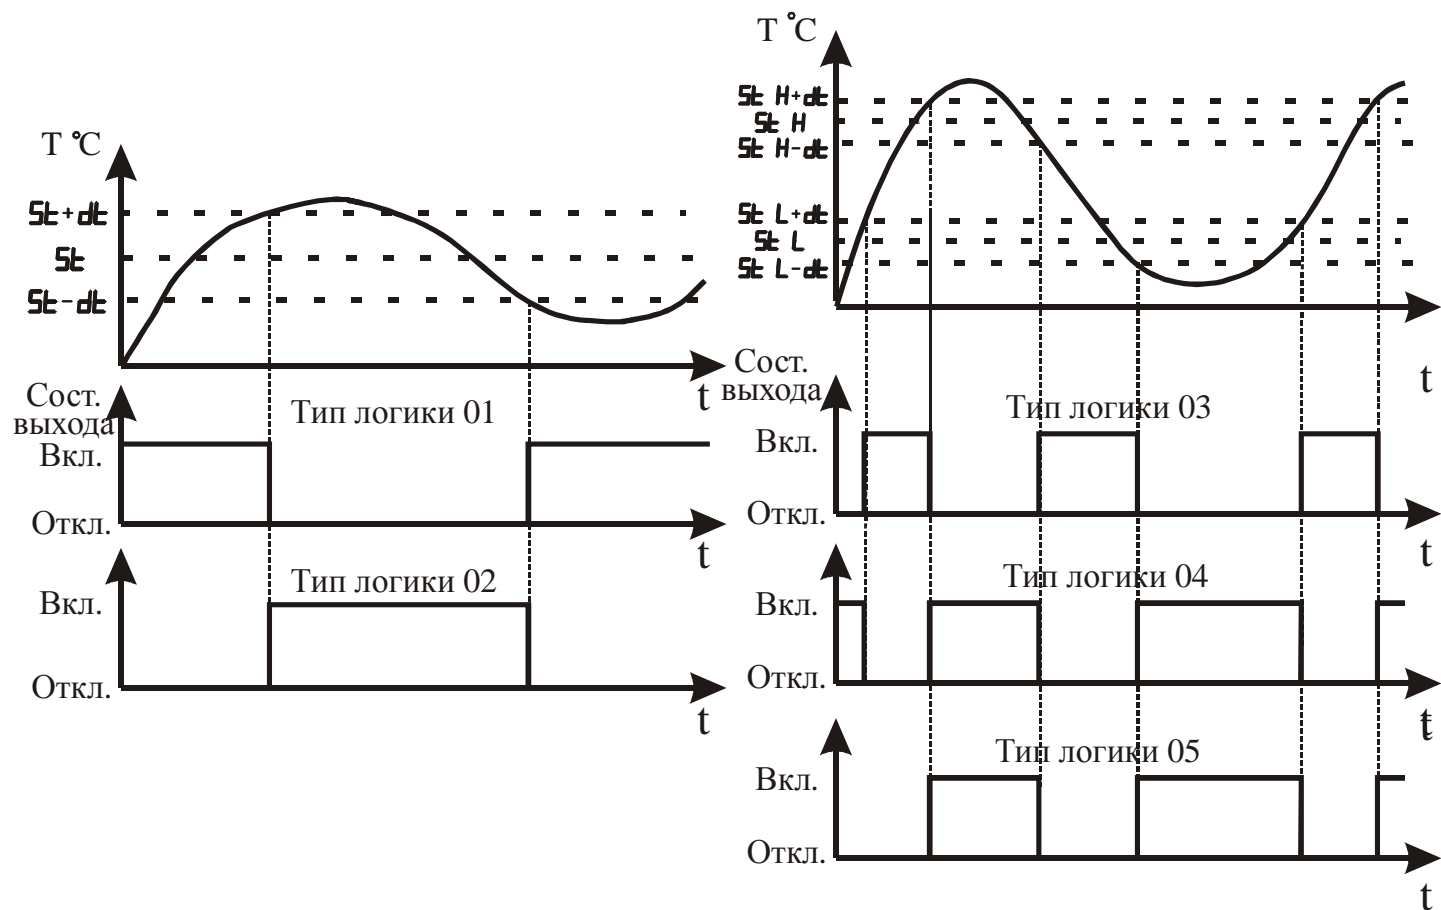

Рисунок 3.12 – Графическое представление типов логики работы выхода
3.3.3.9 Параметр “Тип логики работы прибора” определяет алгоритм управления исполнительным устройством (см. рисунок 3.12).
Тип логики “05” (модернизированная “U”-образная), в основном, аналогичен типу логики 04. Отличие состоит в том, что работа выходного устройства разрешается только после первого превышения регулируемой температурой значения $St H + dt$ (см. рисунок 3.12).